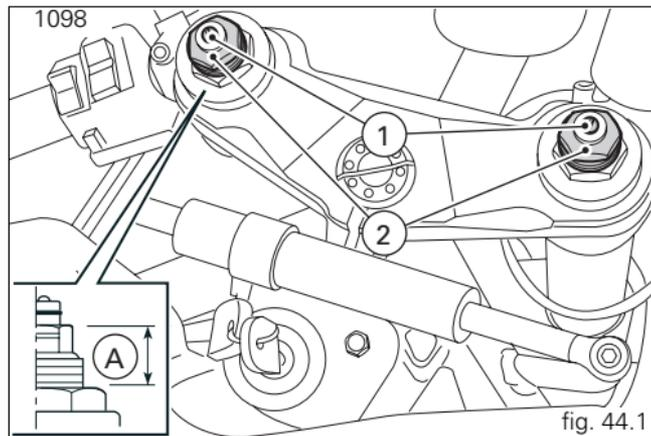
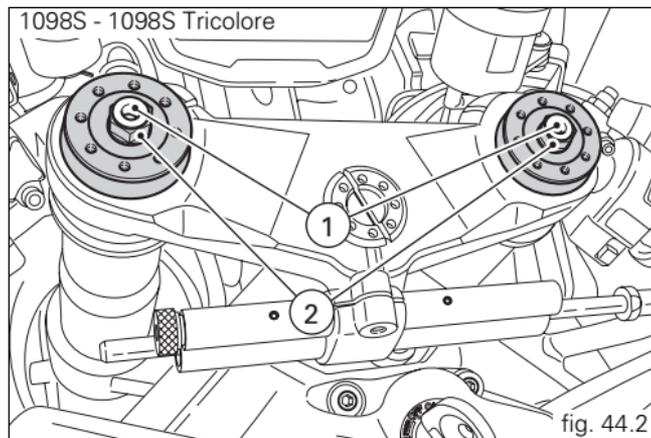

fig. 44.1
fig. 44.2
- 1) modifier le frein hydraulique en détente (fig. 44.1 et fig. 44.2) ;
- 2) modifier la précontrainte des ressorts intérieurs (fig. 44.1 et fig. 44.2) ;
Précontrainte du ressort (1098) (A, fig. 44.1) : 18 mm ;
Pour modifier la précontrainte du ressort interne de chaque tube de fourche, tourner la vis de réglage à tête hexagonale (2, fig. 44.1 et fig. 44.2) à l'aide d'une clé hexagonale de 22 mm.